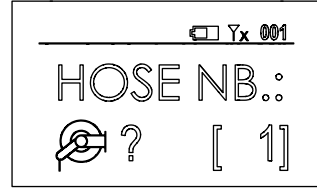

Fig. 4
4. Sobald die Zapfstellennummer eingestellt ist, zeigt der Bildschirm an, dass die Konfiguration durchgeführt wurde und das Gerät neu startet (Abb. 4). Nach dem Neustart zeigt der Bildschirm an, dass das U-vision konfiguriert und betriebsbereit ist (Abb. 5).